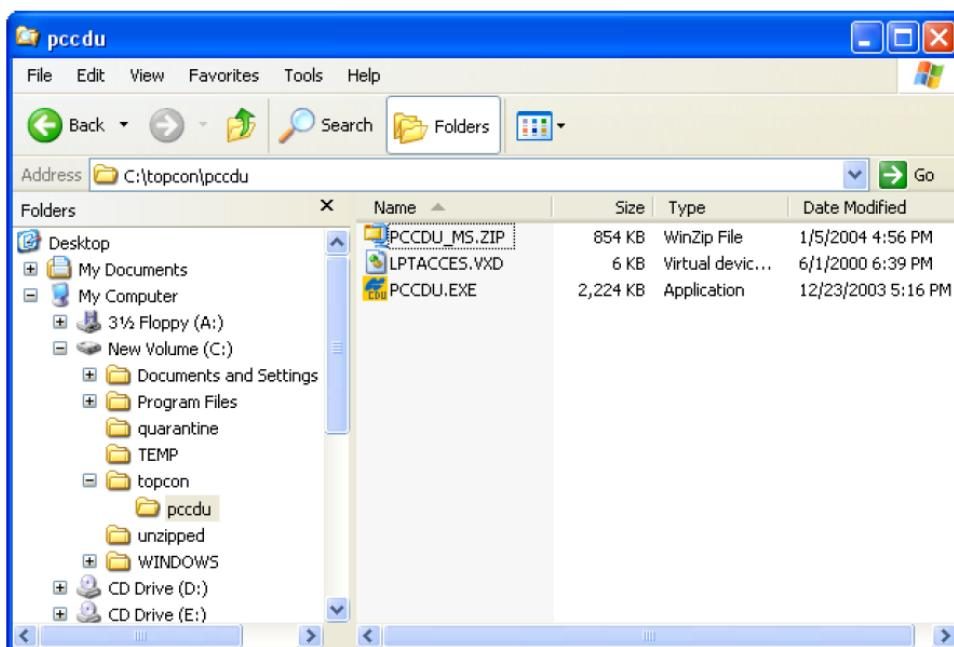

Рисунок 2-1. Извлеките программу и создайте ярлык
3. Извлеките PCCDU.EXE и присоединенный файл *.dll в папку PC-CDU (см. рис. 2-1).
4. Создайте ярлык на рабочем столе вашего компьютера для быстрого доступа к PC-CDU (см. рис. 2-1).